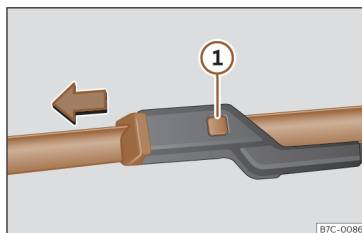

Fig. 181 Substituição das escovas do limpador para-brisas.
- Mantenha pressionado o botão de desbloqueio >>> **Fig. 181** ① puxando ligeiramente pela escova no sentido da seta.